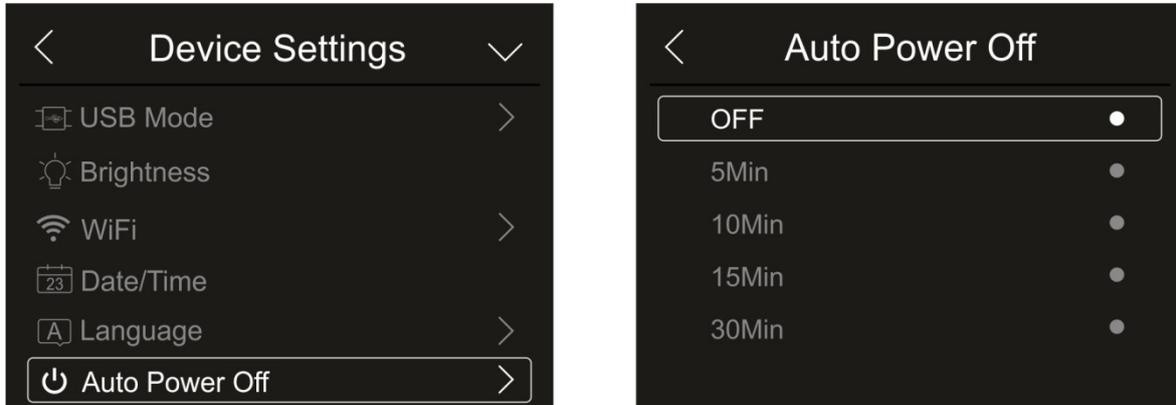

Fig. 18: Réglage de la mise arrêt automatique
1. Touchez l'élément «Auto Power Off» pour régler le temps de mise hors tension automatique de l'instrument. La page-écran de la Fig. 18 – partie droite s'affiche à l'écran :